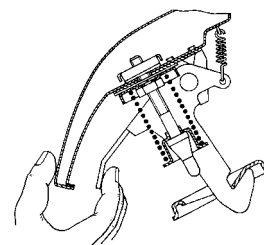

Рис. 5.21. Выведение из зацепления предохранителя капота
**36 – ручка замка капота.** Для открывания капота нужно потянуть ручку на себя, пока защелка не откроет замок и капот немного приоткроется. Для полного открывания капота необходимо отвести рукой предохранитель, установленный на нижней передней кромке капота (рис. 5.21).